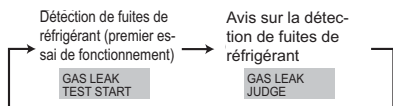

Fig. 8-2
- 2 Appuyer sur la touche **CLOCK** et sélectionner [GAS LEAK TEST START] ([LANCER TEST DE FUITE DE GAZ]). (Fig. 8-2)